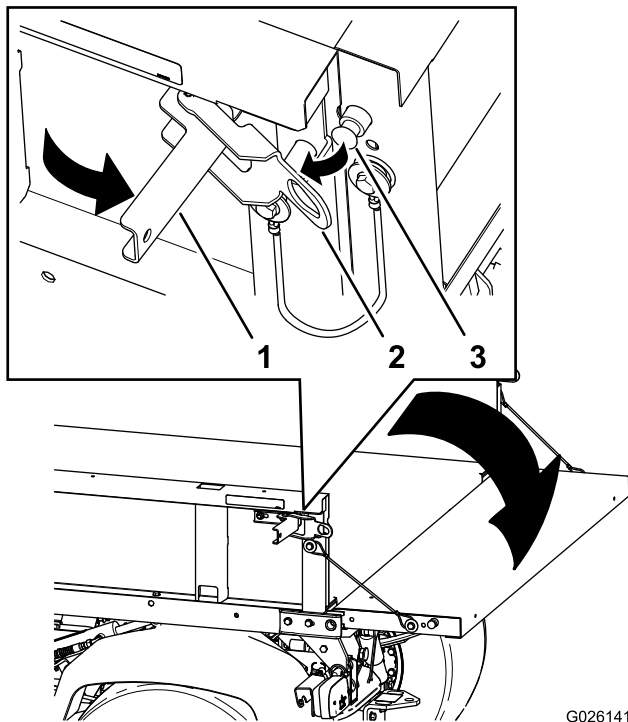

Figura 19
2. Abra os trincos nos lados esquerdo e direito da caixa de carga (Figura 19) e baixe a porta traseira.